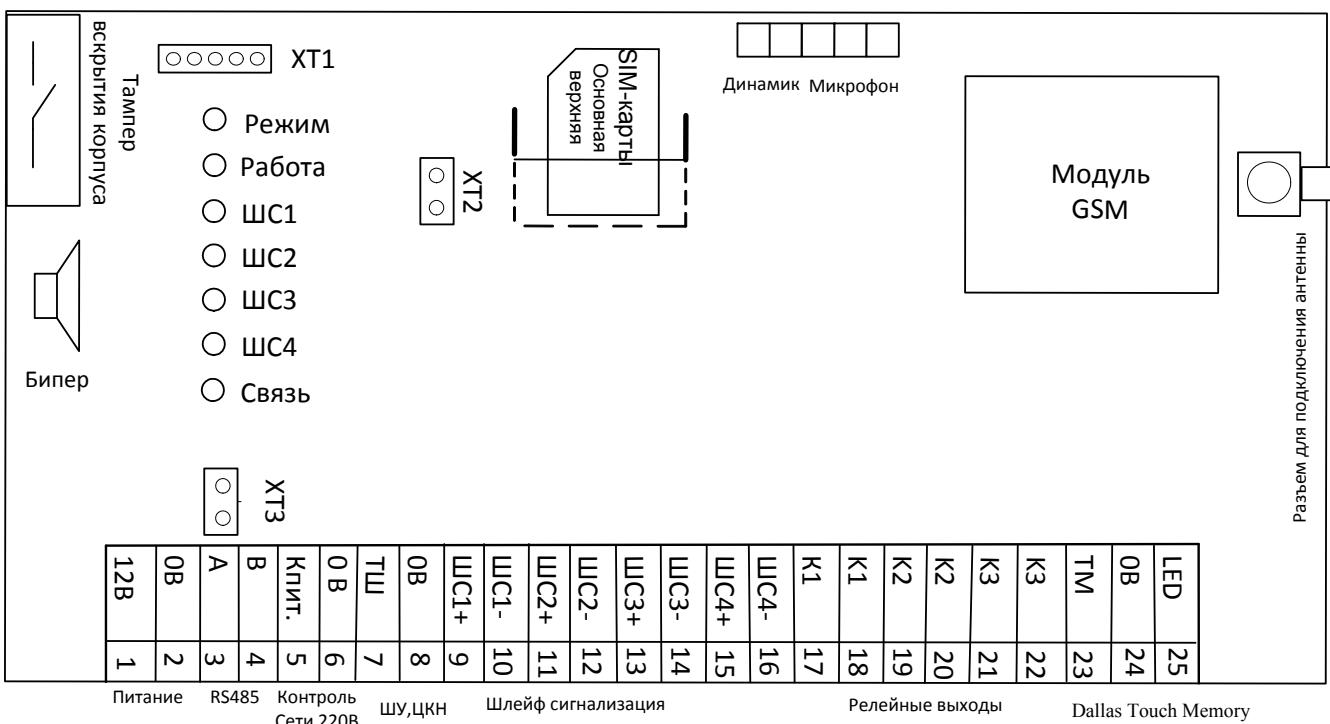

Рисунок 1. Блок схема «YO-4C»
- снять перемычку ХР2 (см. рисунок 1). В остальных случаях должна быть установлена